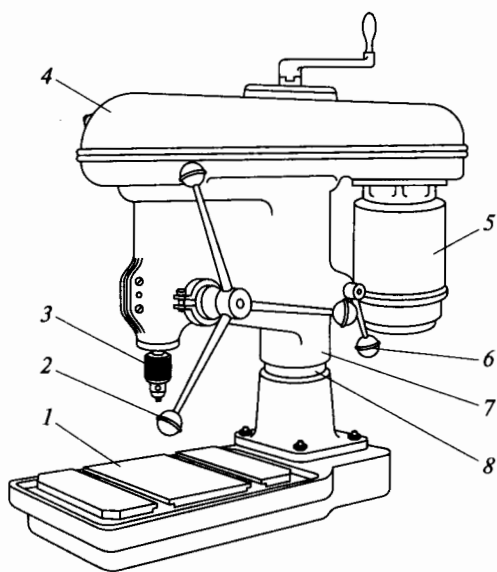

Рис. 3.7. Настольный сверлильный станок
45. Перечислите основные узлы настольного сверлильного станка (рис. 3.7). Укажите назначение этих узлов: